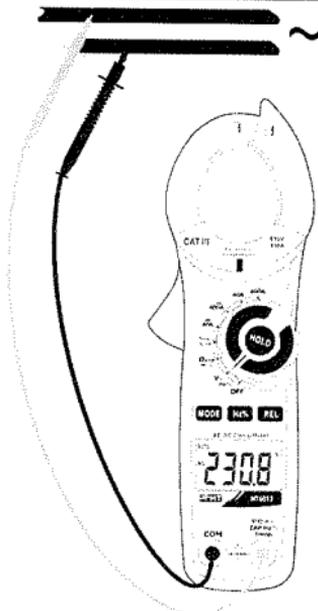

Fig. 3: Uso de la pinza en medida de Tensión CA
4. Inserte el cable rojo en el terminal de entrada $V_{\Omega} \rightarrow \rightarrow \rightarrow CAPHz\%Temp$ y el cable negro en el terminal de entrada **COM** (ver Fig. 3)